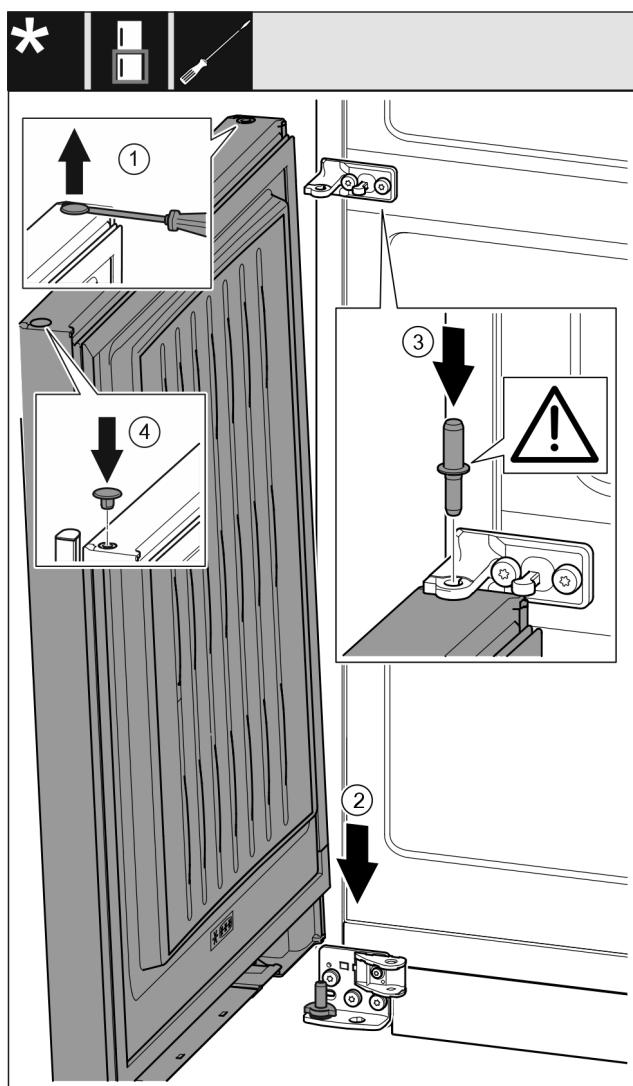

Fig. 39
- Stopfen vorsichtig mit einem Schlitzschraubendreher anheben und herausziehen. Fig. 39 (1)
- Tür von oben auf den unteren Lagerbolzen aufsetzen. Fig. 39 (2)
- Lagerbolzen Mitte durch Lagerbock Mitte in die untere Tür einsetzen. Dabei darauf achten, dass der Rastnicken nach hinten zeigt. Fig. 39 (3)
- Stopfen auf der anderen Türseite wieder einsetzen. Fig. 39 (4)